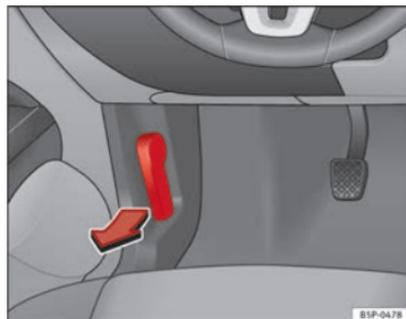

Fig. 161 Pormenor da zona dos pés do lado do condutor: manípulo para a destrancagem do capot do motor.
- Puxe o manípulo que se encontra por baixo do painel de instrumentos ⇒ Fig. 161 no sentido indicado pela seta. O capot fica destrancado pela acção da mola ⇒ ⚠.